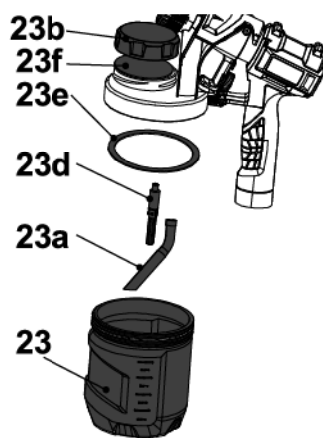

Fig. 19
- > Retire a válvula de retenção (23d) e o tubo de sucção (23a) da pistola de pulverização (Fig. 19).